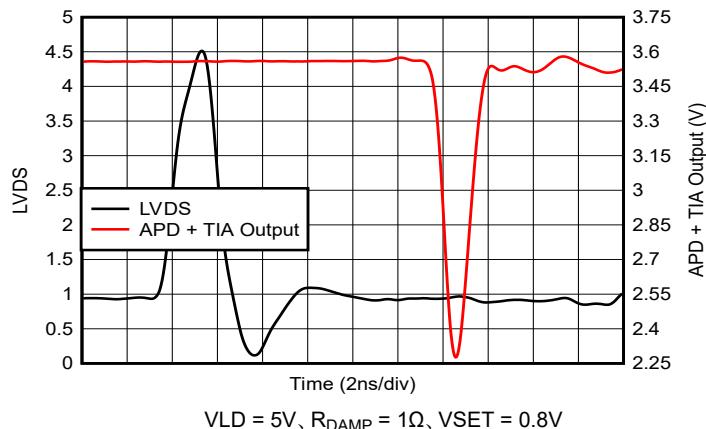

図 7-4. Tx に LMH13000、Rx に APD+TIA での、光応答
- IOUT ピンと PGND ピンの両側に 2 つのスナバ回路を追加します(図 7-4 を参照)。